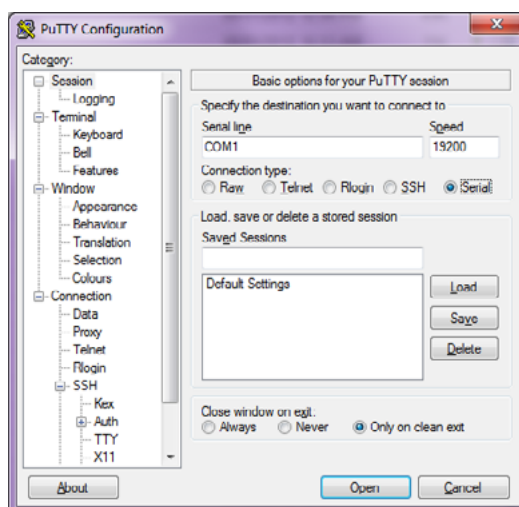

Abb. 6- 2 PuTTY-Konfigurationsdialog
1. Klicken Sie auf die Option "Connection" und dann auf "Serial" (links), und fügen Sie die korrekten Zahlen ein, wie unten und in Abb. 6- 2 gezeigt. Klicken Sie auf OK, um das Fenster "ConAbb." zu schließen, und auf OK, um das Fenster "Properties" zu schließen.